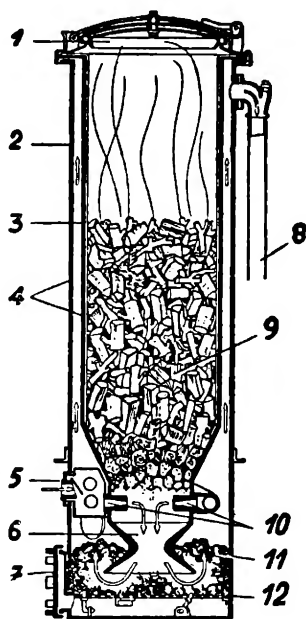

Рис. 37. Генератор „Imbert”.
Властивий генератор (рис. 37), це є котел з подвійними стінками (4), прикритий покривкою (1), що служить рівночасно за вентиль безпеки. Внизу знаходиться опигище (6), під ним решето (12), на яке, при розпалі, накладаємо деревний вугіль (11) через